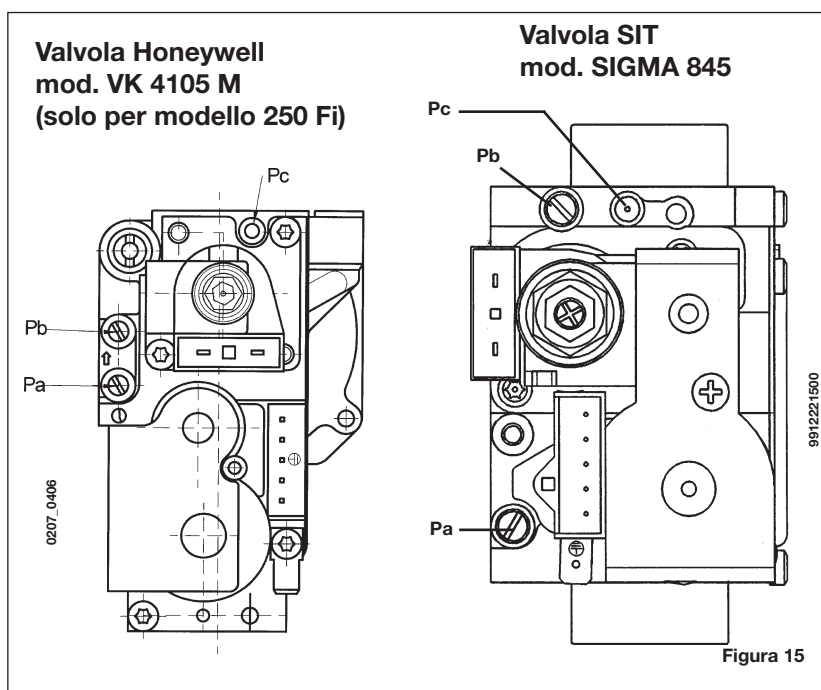

Figura 15
Le modalità di taratura del regolatore di pressione sono leggermente differenti a seconda del tipo di valvola del gas utilizzata (HONEYWELL o SIT vedi figura 15).
- collegare la presa di pressione positiva di un manometro differenziale, possibilmente ad acqua, alla presa di pressione (**Pb**) della valvola del gas (Figura 15). Collegare, solo per i modelli a camera stagna, la presa negativa dello stesso manometro ad un apposito "T" che permetta di collegare insieme la presa di compensazione della caldaia, la presa di compensazione della valvola del gas (**Pc**) ed il manometro stesso. (Una pari misura può essere effettuata collegando il manometro alla presa di pressione (**Pb**) e senza il pannello frontale della camera stagna); Una misura della pressione ai bruciatori effettuata con metodi diversi da quelli descritti potrebbe risultare falsata in quanto non terrebbe conto della depressione creata dal ventilatore nella camera stagna.
- verificare che la pressione dinamica di alimentazione della caldaia, misurata alla presa di pressione (**Pa**) della valvola del gas (Figura 15) sia quella corretta (**37 mbar** per il gas **propano** o **20 mbar** per il gas **metano**);